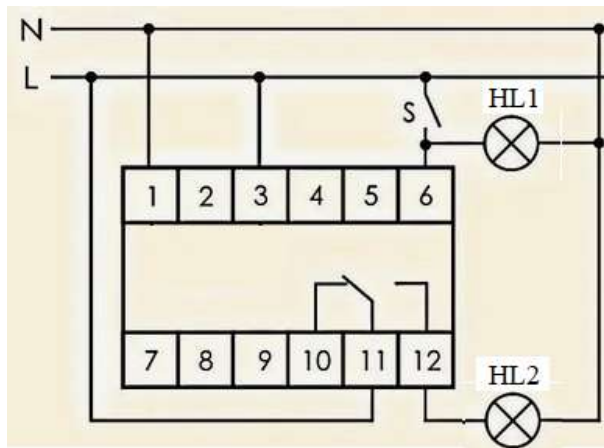

Рисунок 1. Принципиальная схема подключения реле РО-415
1. Соберите схему, приведенную на рис. 1.